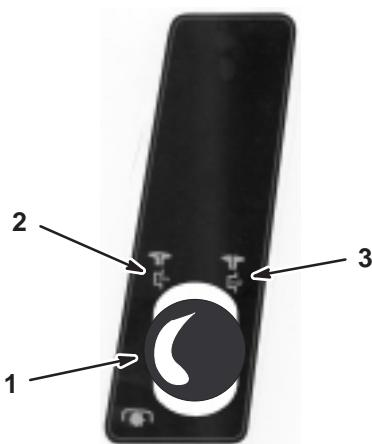

Figure 10
- Désengagez la commande des lames (PDF) (voir la Figure 10).
- Si le moteur est froid, placez la commande d'accélérateur en position Starter (Fig. 10).